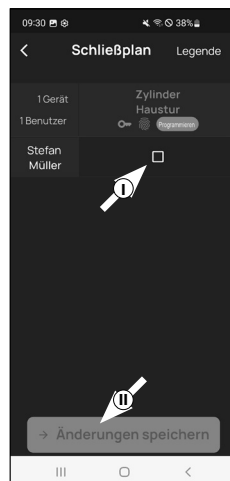

Abb. 2
- 4 Vous verrez un tableau comportant les cylindres créés (horizontalement) et les utilisateurs configurés (verticalement) (Fig. 2). Cochez chaque combinaison où vous souhaitez autoriser l'utilisateur respectif à utiliser la serrure correspondante (I) (Fig. 2), puis cliquez sur le bouton « Enregistrer les modifications » (II) (Fig. 2).